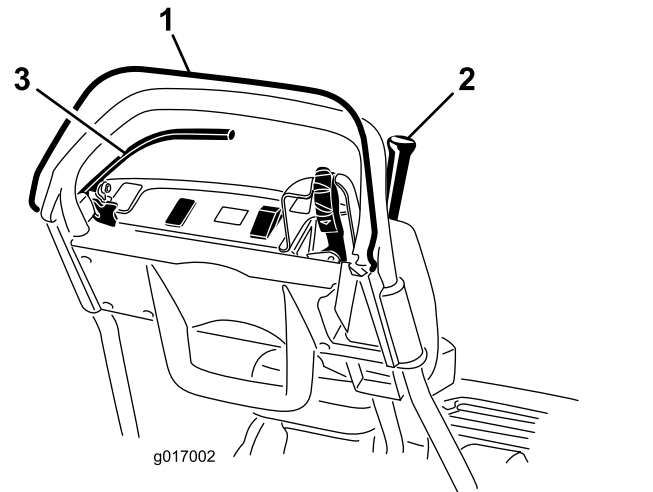

Figura 34
3. Con el CPO quitado, intente engranar la palanca de tracción (Figura 34). La palanca de tracción no debe engranarse. Si la palanca de tracción se engrana, es necesario ajustar el sistema de interruptores de seguridad. Corrija el problema antes de usar la máquina; consulte Mantenimiento del interruptor de seguridad de la tracción \(página 38\).
4. Con el CPO apretado y la palanca de tracción engranada, suelte el CPO (Figura 34). La palanca de tracción debe desengranarse. Si la palanca de tracción no se desengrana, es necesario ajustar el sistema de interruptores de seguridad. Corrija el problema antes de usar la máquina. Consulte Mantenimiento del interruptor de seguridad de la tracción \(página 38\).
5. Con el CPO apretado y la palanca de cambios hacia la izquierda, engrane la tracción y el molinete, y suelte el CPO (Figura 34). La palanca de tracción debe desengranarse. Si la palanca de tracción no se desengrana, es necesario ajustar el sistema de interruptores de seguridad. Corrija el problema antes de usar la máquina; consulte Mantenimiento del interruptor de seguridad de la tracción \(página 38\) o Ajuste del control del molinete \(página 42\).